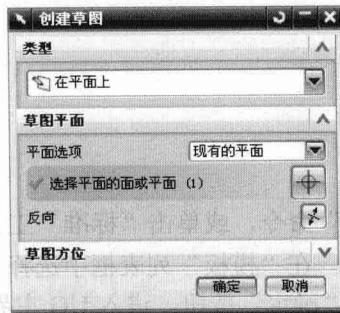

图 1-4 “创建草图”对话框
Step1 单击菜单栏中的“插入”→“草图”命令，或单击“特征”工具栏中的“草图”按钮, 进入绘制草图界面，并弹出“创建草图”对话框，如图 1-4 所示，选择 YC-XC 平面作为草图绘制平面。